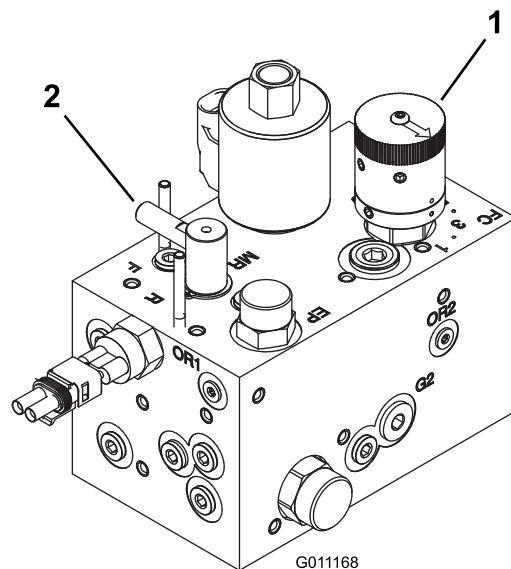

Рисунок 39
3. Поверните ручку регулятора частоты вращения барабана (Рисунок 39) на определенный при выполнении пункта номер, обозначающий частоту вращения барабана 1.